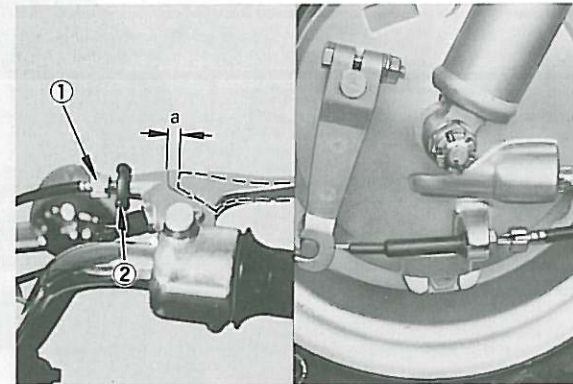

Fig. 2-4-2
- a. Loosen the adjuster locknut (2).
- b. Turn the adjuster (1) in or out until adjustment is suitable.
- c. Tighten the adjuster locknut (2). (Fig. 2-4-2)
- a. Desserrer l'écrou de blocage (2) de la vis de réglage.
- b. Tourner la vis de réglage (1) de manière à obtenir un jeu adéquat.
- c. Resserrer l'écrou de blocage (2). (Fig. 2-4-2)
- a. Sicherungsmutter (2) des Seileinstellers lösen.
- b. Seileinsteller (1) ein- oder ausschrauben, bis das gewünschte Spiel erreicht ist.
- c. Sicherungsmutter (2) wieder festziehen. (Fig. 2-4-2)